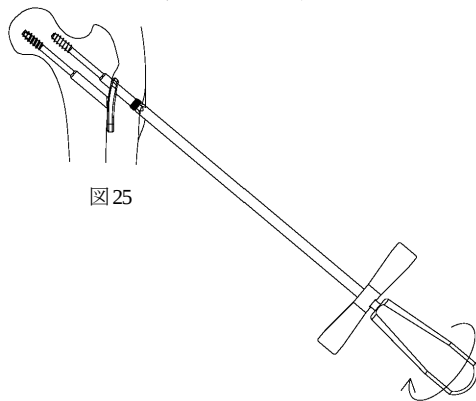

図 25
- 2) スクリュードライバーで骨頭スクリューを手前に戻してから、バレル T レンチでバレルを取り外し、近位スクリューを抜去します。(図 25)